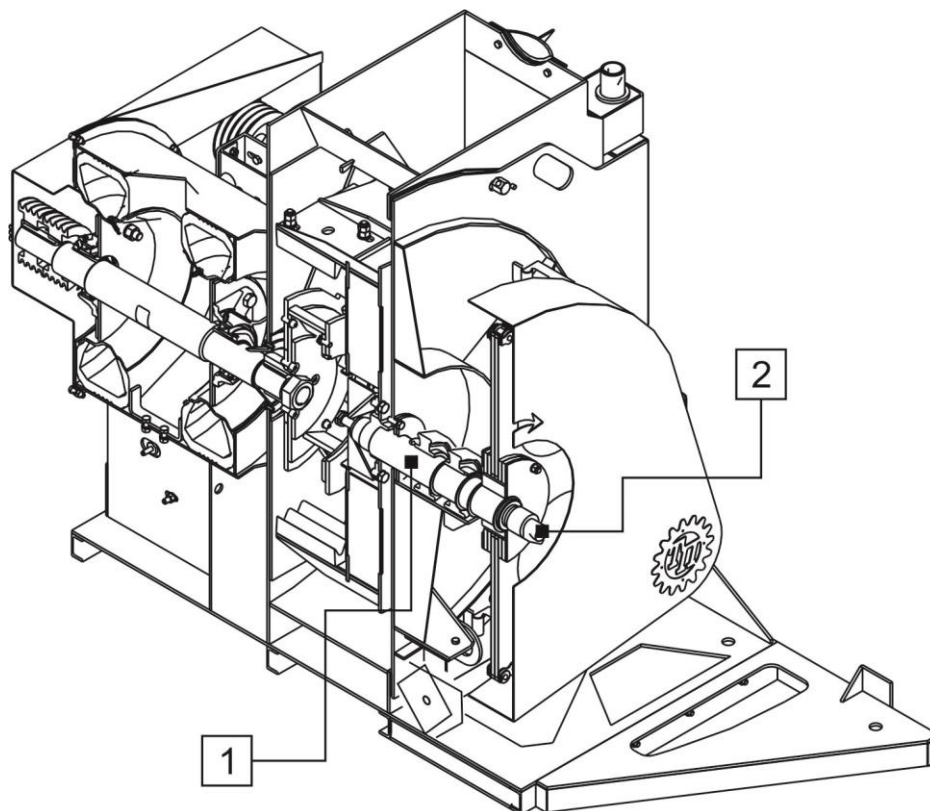

Рис. 7
предназначен для ввода жидких добавок в камеру помола, а именно в центр ротора-ускорителя. Подача осуществляется по полуму валу элеватора, через ротационное соединение (Рис. 7). Ротационное соединение HD-20(R3/4) может быть установлено потребителем самостоятельно, для чего необходимо выкрутить заглушку резьбового отверстия вала (1) элеватора и установить на его место ротационное соединение (2).